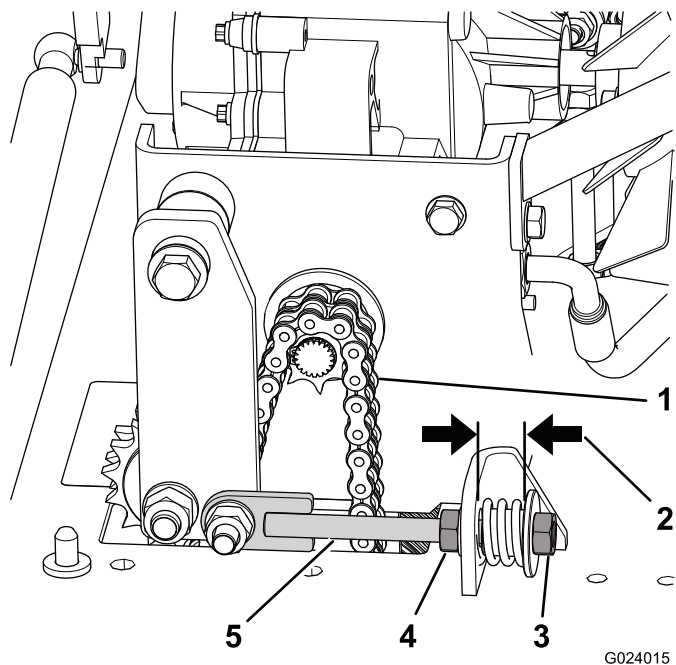

図 34
- テンションロッドのジャムナットをゆるめる 図 34。
- テンションナットを締めるかゆるめるがして、スパーサと固定ブラケットとの距離が 19 mm になるように調整する図 34を参照。